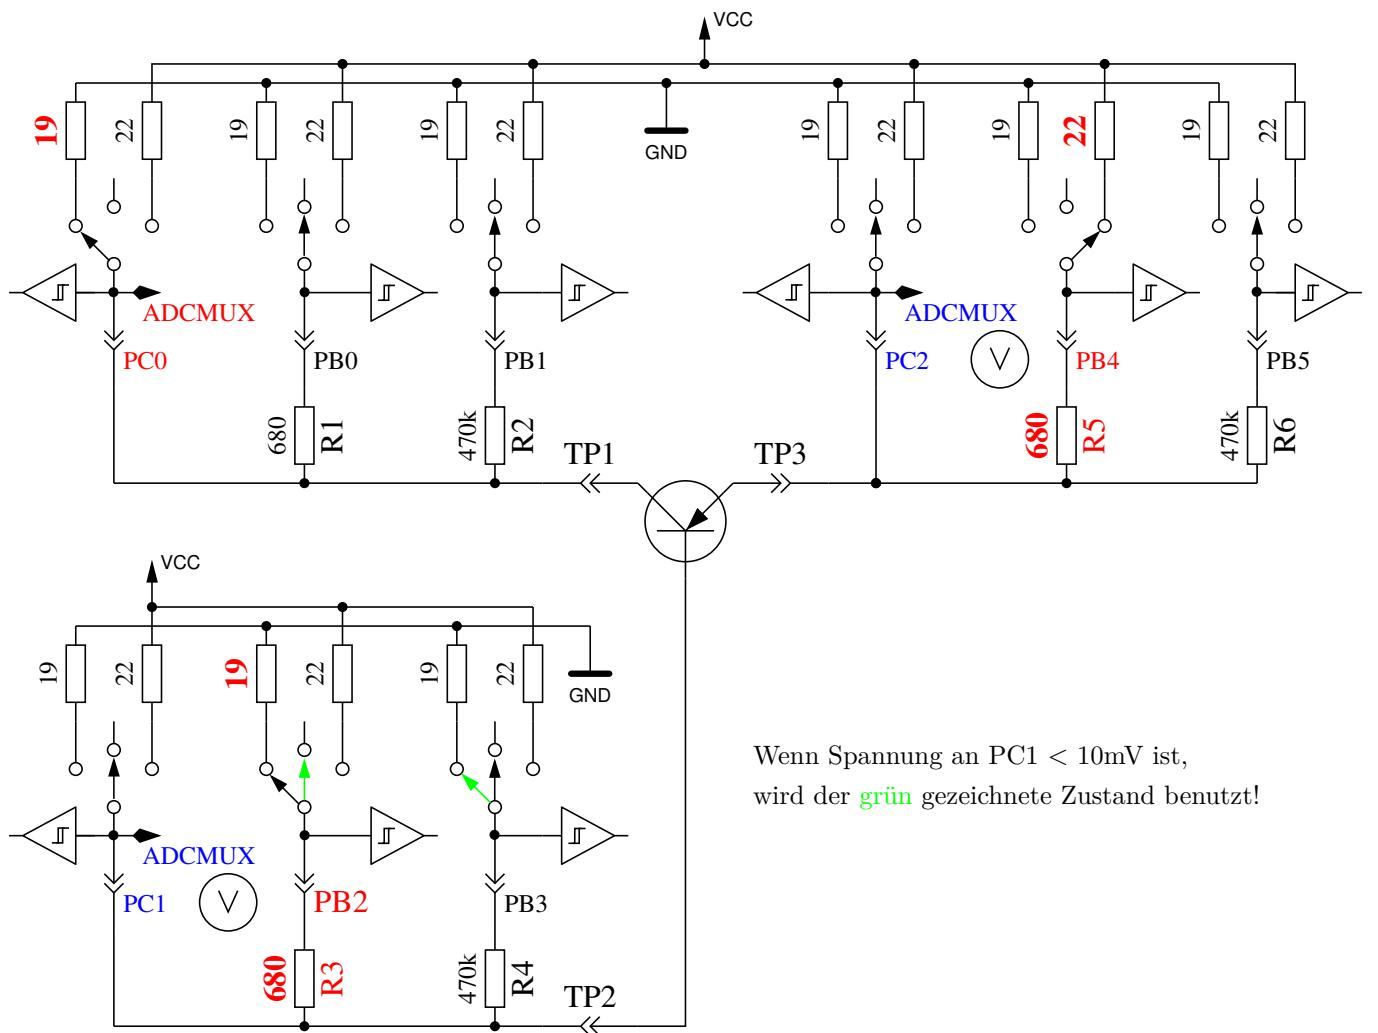

Abbildung 5.4. hFE-Messung eines PNP-Transistors in Kollektor-Schaltung
Zuerst wird der Stromverstärkungsfaktor in der Kollektor-Schaltung (Emitter-Folger) für den angenommenen PNP-Transistor gemessen. Die Messsituation wird in Abbildung 5.4 gezeigt. Wenn die gemessene Basis-Spannung (UB) über $9mV$ mit dem 680Ω Widerstand liegt, wird die Stromverstärkung hFE berechnet mit $hFE = \frac{UE - UB}{UB}$. Die Spannung UE ist die Differenz der Emitter-Spannung zu VCC. Die Differenz des 22Ω und 19Ω -Widerstandes wird nicht berücksichtigt. Wenn die Spannung UB unter $10mV$ liegt, wird die Messung mit dem $470k\Omega$ -Widerstand an der Basis gemacht. Für diesen Fall wird der Stromverstärkungsfaktor mit $hFE = \frac{UE \cdot 470000}{UB \cdot (680 + 22)}$ gebildet.